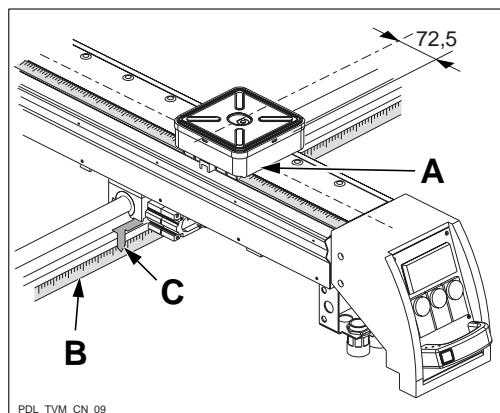

Fig. 13a
**NOTA: Gli offset "Quota Y" per le ventose e "Quota X" per i piani si riferiscono alla distanza tra l'asse della ventosa, l'asse del piano e gli indici di collimazione sulle righe metriche: l'indice di collimazione per la ventosa è la faccia anteriore A (fig. 13a) che si trova a 72,5mm dal centro ventosa; la riga metrica B e gli indici dei piani C sono stati sfalsati per far coincidere l'indice C del piano con l'asse centrale dello stesso.**